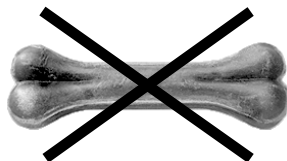

Abb. 23
- Diese Maschine ist zum Schneiden von nicht gefrorenen, knochenfreien Fleisch- und Wurstwaren entworfen worden (Abb. 23). Jeder andere Gebrauch, einschließlich Gemüseschnitt, gilt als unzumutbar und ist gefährlich.